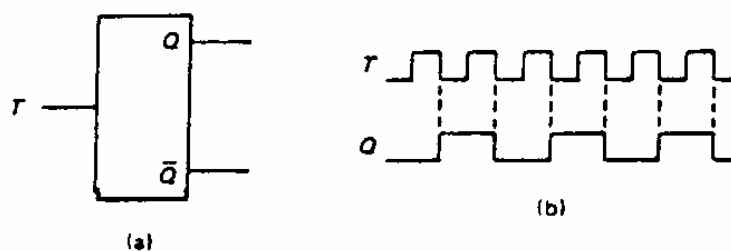

Figura 4. *Flip-flop T*. (a) Símbolo (b) Tabela de verdade.
1.3.3 Deixe as entradas *J* e *K* do '76 em aberto (\equiv '1') e aumente a **frequência** do relógio para **1 kHz**. O resultado é um *flip-flop T*, como mostrado na figura 4.